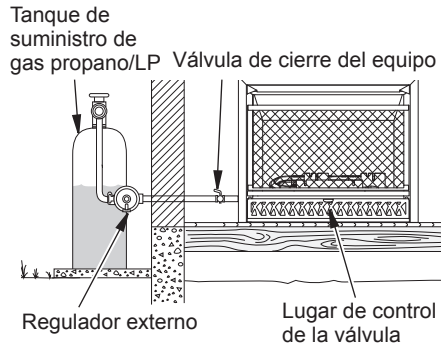

Figura 16 - Suministro de gas Propano/LP
3. Revise todas las uniones desde el medidor de gas, tanto para suministro de gas natural o propano/LP, hasta la válvula de cierre del equipo (consulte la figura 16 o 17). Aplique en todas las uniones algún líquido de detección de fugas que no sea corrosivo. La formación de burbujas indicará una fuga.